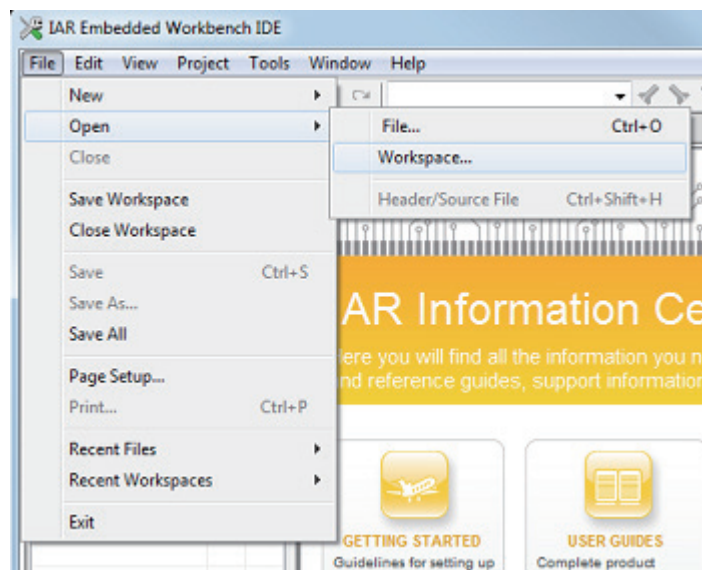

图 109: 打开文件
2. 转到 File → Open Workspace 并导航至生成的源目录（见图 109）。